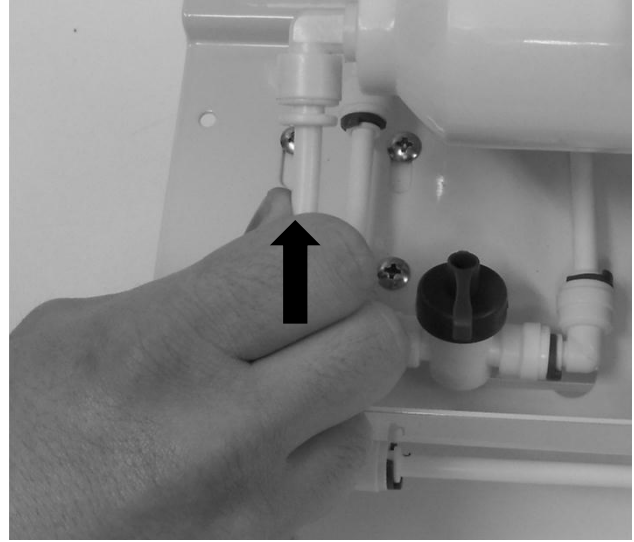

Fig. 6
7. Colocar nuevamente los tubos en las uniones, apretándolos hasta el fondo (Fig. 6) y colocar nuevamente los clips de seguridad (Fig. 7).